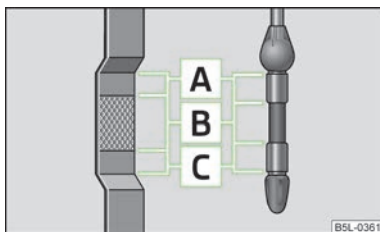

Fig. 116
Joja indică nivelul uleiului » fig. 116.
- Nivelul uleiului nu trebuie să fie în nici un caz, deasupra zonei » fig. 116. Pericol de deteriorare a instalației de evacuare a gazelor arse!